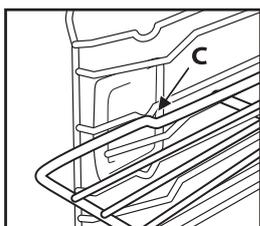

Fig. 3
3. Remettez la grille en position horizontale et poussez-la jusqu'à ce qu'elle soit parfaitement insérée dans « C » (Fig. 3).